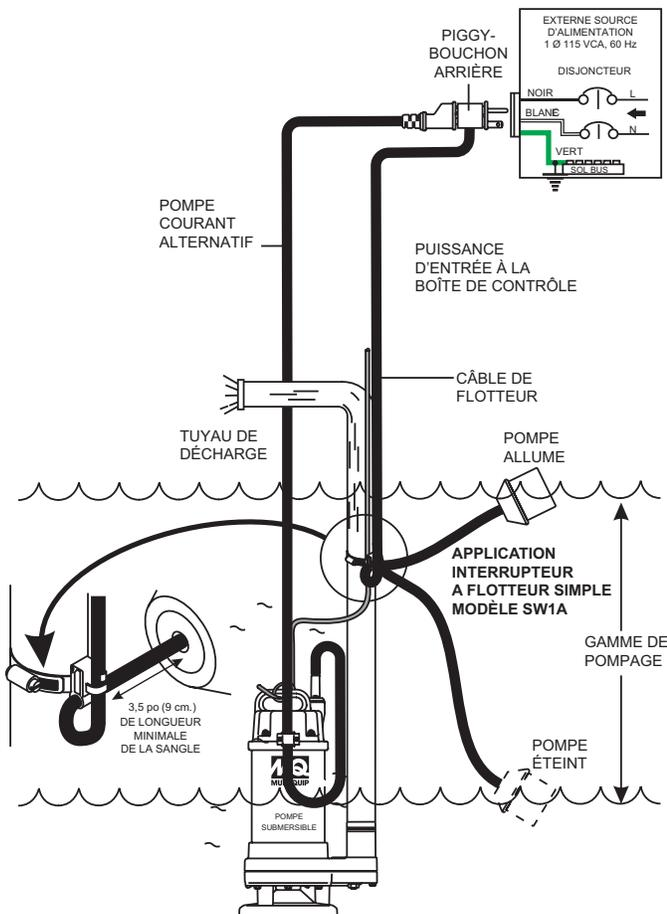
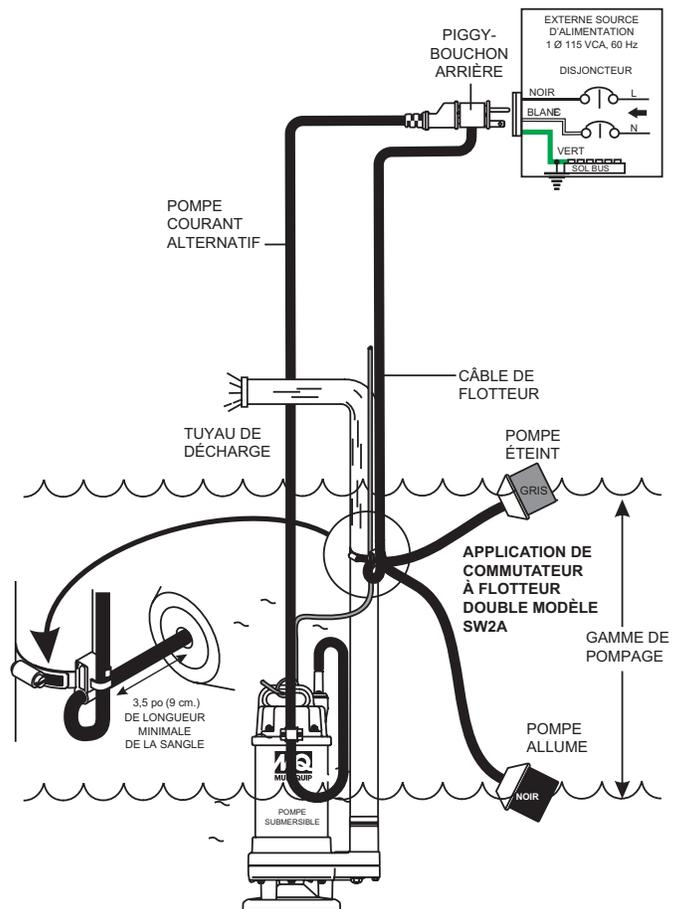

Figure 8. Application de Commutateur à Flotteur Unique
Figure 9. Application à Double Commutateur à Flotteur
2. Placez le cordon dans la pince, comme illustré aux figures 8 et 9.
3. Fixez la pince au tuyau de refoulement comme indiqué à la figure 8. **NE PAS** installer le cordon sous le collier de serrage.
3. Déterminez la longueur d'attache des câbles de l'interrupteur à flotteur, puis fixez-les au tuyau de refoulement de la pompe. Voir la Figure 8 ou la Figure 9 et le Tableau 3 pour déterminer la plage de pompage.